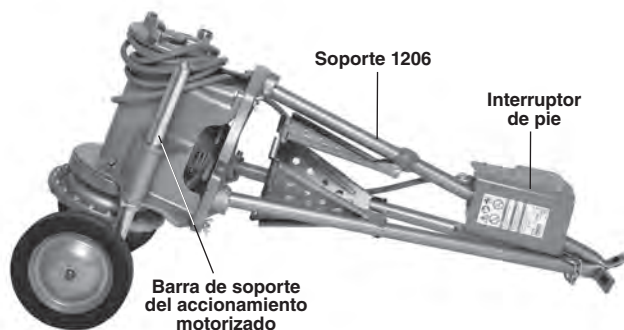

Figura 29 – Accionamiento motorizado preparado para su transporte con el transportador No. 32
- Enrolle el cable de electricidad y deslice la cubierta del interruptor de pie por encima de una pata del soporte, como se muestra en la *Figura 29*.